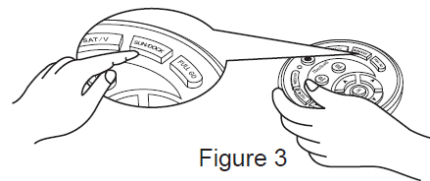

Figure 3
- Drücken DOCKING auf der Fernbedienung, wenn Sie möchten, dass der Reiniger an der Docking Station aufgeladen wird. Der Reiniger wird die Station suchen und sich aufladen. (Siehe Abbildung 3)